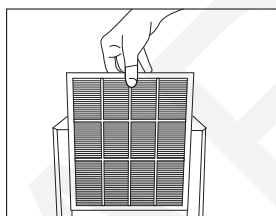

Рис. 4
2. Возьмитесь за рукоятку фильтрационной сетки и вытащите ее вперед (см. рис. 4).